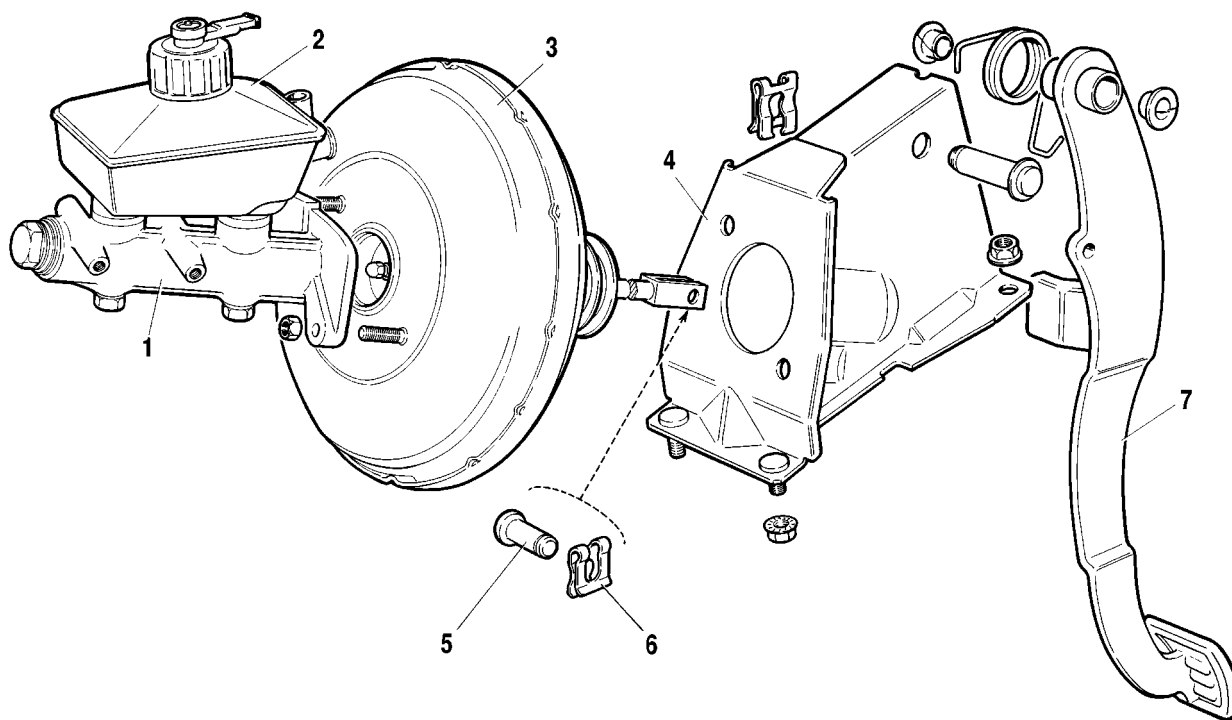

Abb. 6-13. Befestigung des Saugluftbremsverstärkers und des Hauptbremszylinders:
- die Befestigungsmuttern des Hauptzylinders 1 (Abb. 6-13) lösen, den Saugluftbremsverstärker 3 von den Gewindestiften abnehmen und schwenken. Es ist dabei zu beachten, daß die Rohrleitungen nicht beschädigt werden;
Die Befestigungsmuttern zum Saugluftbremsverstärker lösen und den Hauptbremszylinder samt dem Behälter 2 (Abb. 6-13) ausbauen. Den Anzeiger für den Bremsflüssigkeitsstand abnehmen und die Bremsflüssigkeit aus dem Behälter und den Hauptbremszylinder ablassen. Den Behälter vom Hauptbremszylinder nur bei Bedarf abbauen.